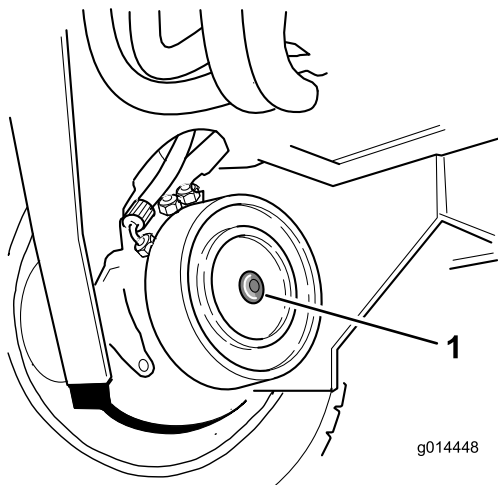

Figura 44
2. Identifique el disco de freno de la rueda delantera derecha y retire el tapón hexagonal (Figura 44).